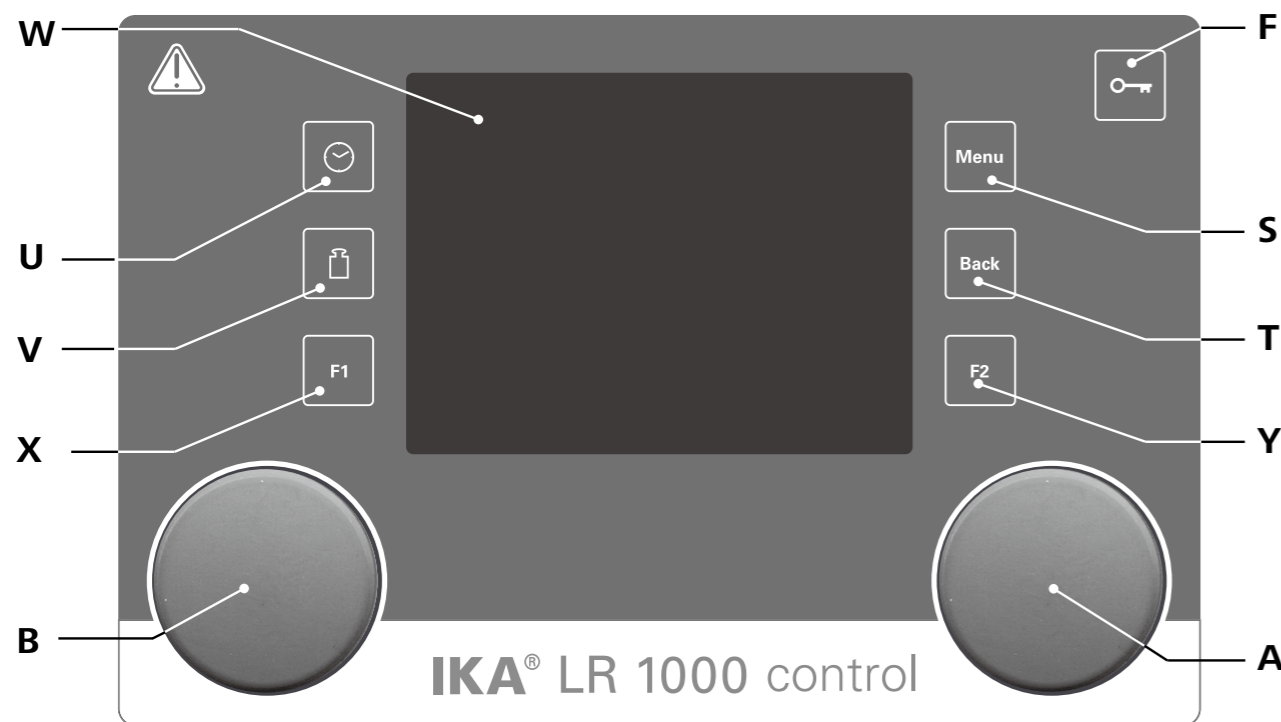

Fig. 12
Durch Drehen des Dreh-/Druckknopfes (A) können Sie die Soll-drehzahl einstellen. Drücken Sie den Dreh-/Druckknopf (A, siehe Fig. 12), um den Rührer zu starten.
Durch Drehen des Dreh-/Druckknopfes (B) können Sie die Solltemperatur einstellen. Drücken Sie den Dreh-/Druckknopf (B, siehe Fig. 12), um die Heizfunktion zu aktivieren.
Dieses Symbol bedeutet, dass die Funktion der Tasten und des Dreh-/Druckknopfes zur Steuerung des Geräts deaktiviert sind. Das Symbol wird ausgeblendet, wenn die Funktionen durch erneutes Drücken der Taste (F, siehe Fig. 12) wieder aktiviert werden.